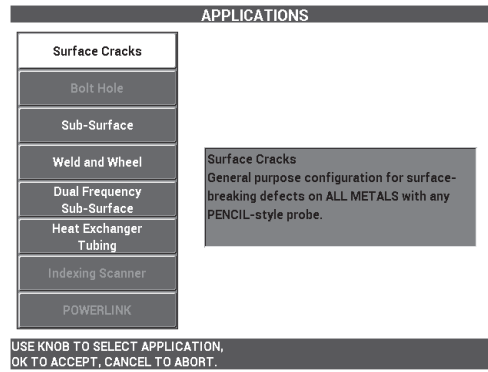

Abbildung 5-54 Anwendung Risse an der Oberfläche
2. Drücken Sie die Menütaste ADV SETUP (🔧) und drücken Sie die Funktionstaste A, um **ANW WÄHLEN** auszuwählen und das Anwendungsmenü anzuzeigen. Wählen Sie mit dem Drehknopf **Risse an der Oberfläche** aus und drücken Sie die Bestätigungstaste (✓) [siehe Abbildung 5-54 auf Seite 180].